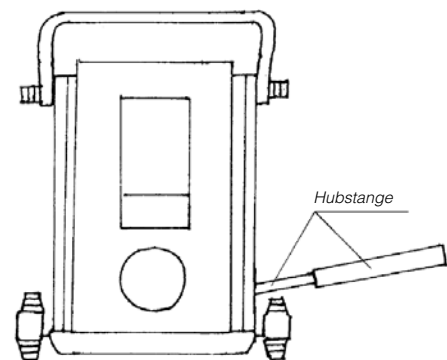

Abb. 1
- 2.2 Setzen Sie die Hubstange in die Fassung und den Kolben. Siehe Abb. 1. Die Kolbenstange bleibt gleichmäßig bei der Auf- und Abbewegung der Hubstange und ein Gegenstand kann so angehoben werden. Es ist so hergestellt, dass die Kolbenstange stoppt, wenn die nötige Höhe erreicht ist..